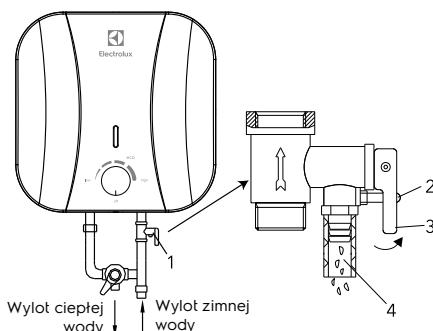

Rys. 3
2. Po wybraniu miejsca instalacji wykonaj dwa otwory o wymaganej głębokości w ścianie i włóż śruby, obróć hak do góry, dokręć mocno nakrętki, a następnie zainstaluj na nim podgrzewacz wody (patrz rys. 3).